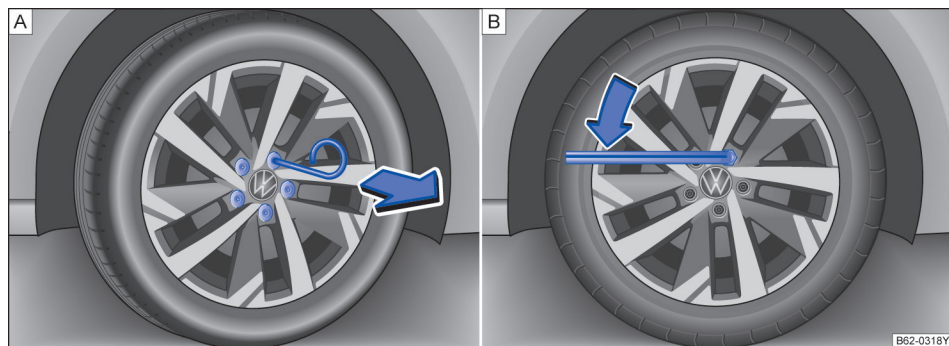

图 154 A 从车轮螺栓上拔下盖罩，B 更换车轮：松开车轮螺栓
- 将钢丝钩穿过开口插入盖罩内→图 154 A，然后沿箭头方向将其拔下。
- 将车轮扳手套到车轮螺栓上，然后推到限位位置→图 154 B。